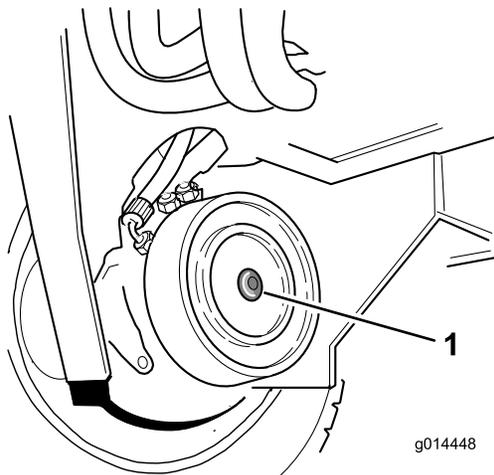

図 45
2. 右前輪のディスクブレーキアセンブリについている六角プラグを外す 図 45。